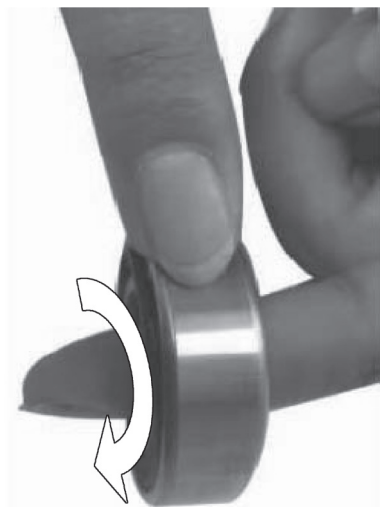

图 7-1 电动机轴承的检查
2) 从车上卸下电动机, 按正确步骤拆解, 并从左右端盖的凹槽内卸下轴承, 将轴承在耳朵边摇晃并转动, 听到有“哗啦啦”的响声, 如图 7-1 所示。说明轴承已严重损坏。